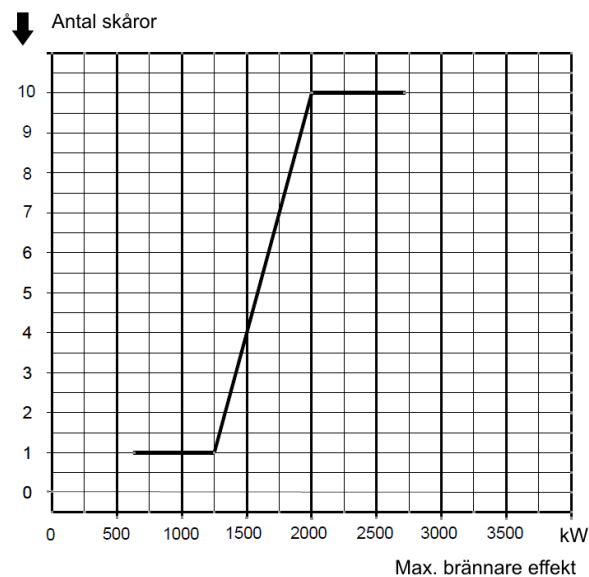

Fig. 8 Intrimning av brännarehuvud
Hitta rätt skåra i diagrammet Fig. 8. Vrid skruven (pos. 17, Fig. 1) tills skåran är i linje med den främre ytan av linjen.